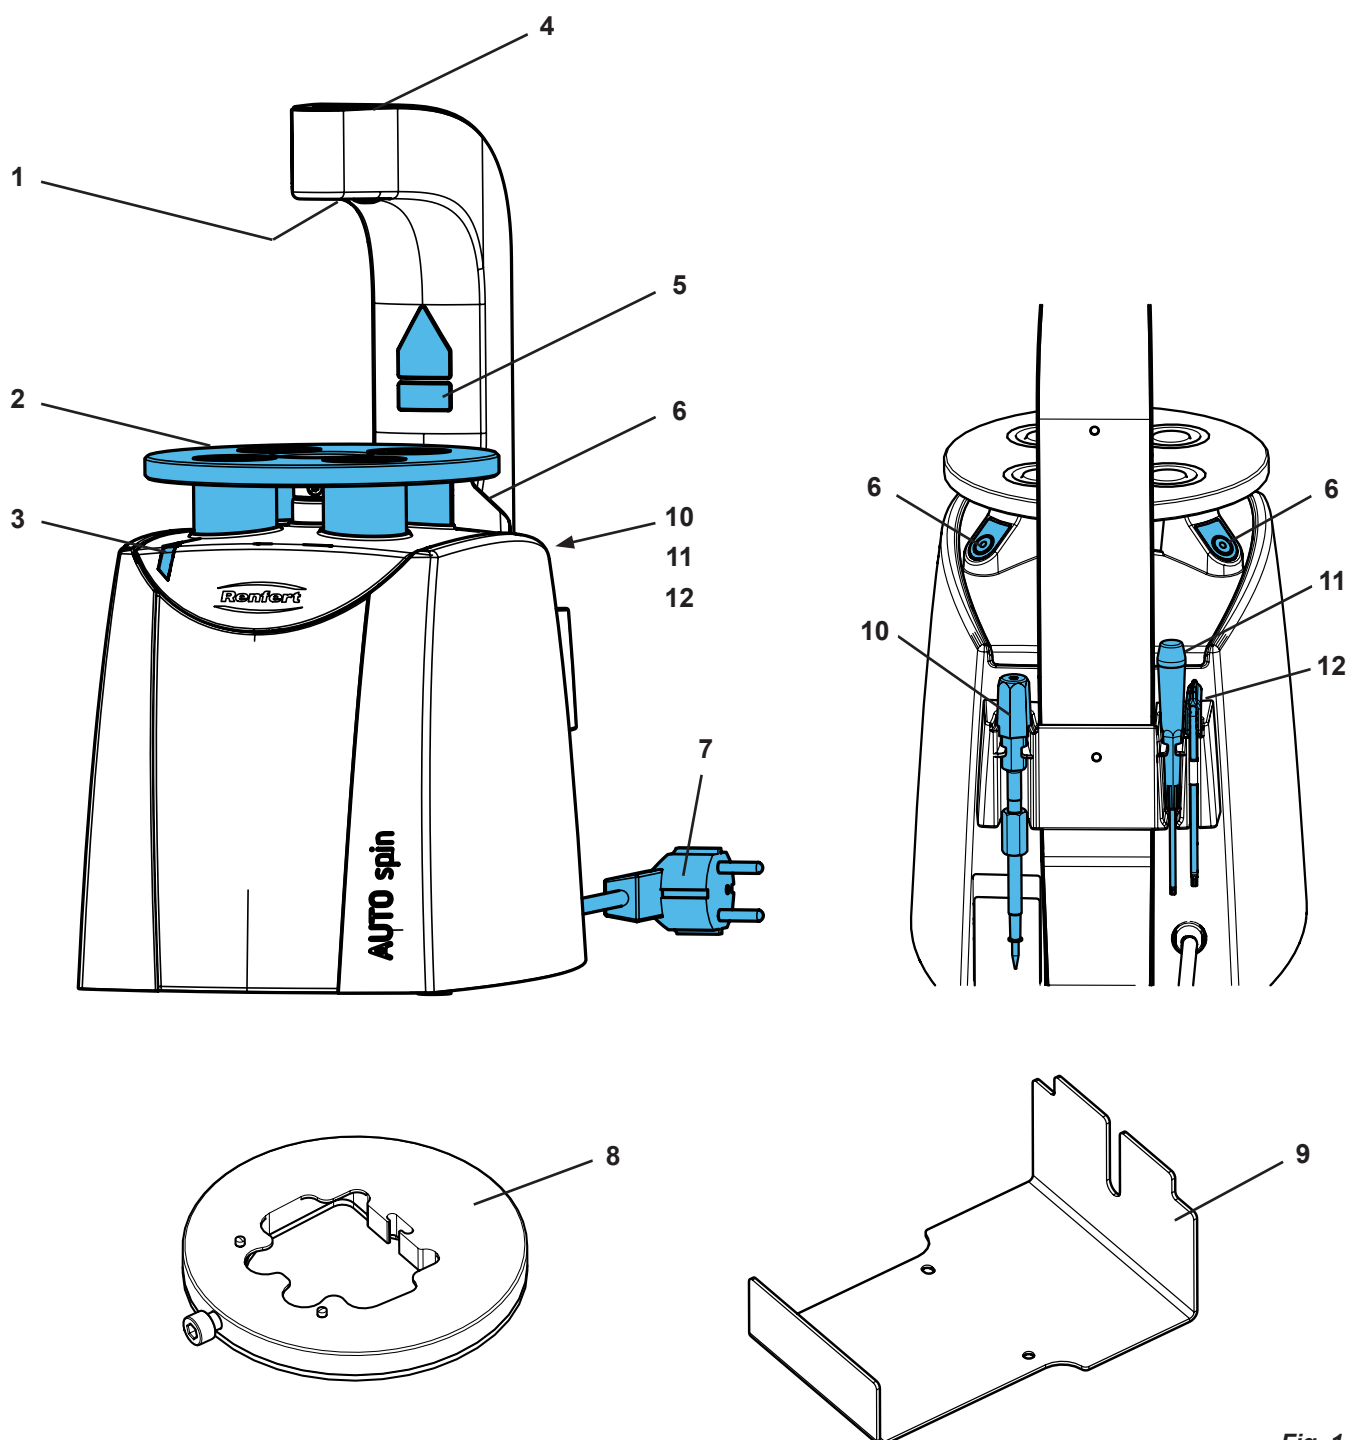

Fig. 1
- ⇒ Staccare l'etichetta che avverte del pericolo dei raggi laser nella lingua nazionale dal kit di etichette adesive e incollarla sull'etichetta dell'apparecchio (5, Fig. 1).
- ◆ la spia di funzionamento (3, Fig. 1) lampeggia.
- ⇒ Premere i due dispositivi di comando (6, Fig. 1) e tenere premuti.
- ♦ La spia di funzionamento (3, Fig. 1) si illumina.
- ♦ Il puntatore laser (1, Fig. 1) si illumina.
⇒ Per avviare l'operazione di foratura, premere contemporaneamente i due dispositivi di comando (6, Fig. 1).